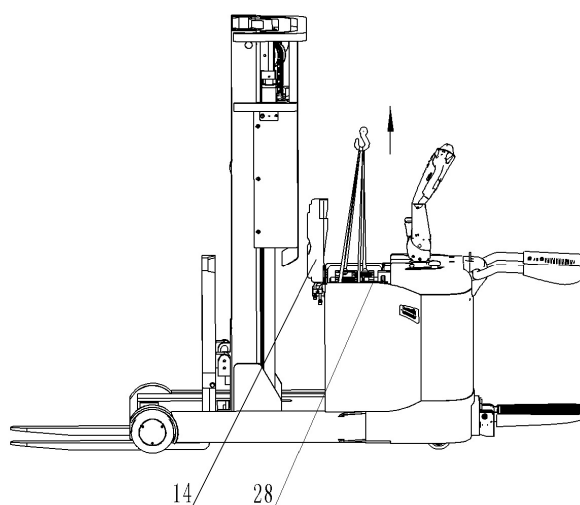

Рис. 12: Замена АКБ
Припарковать штабелер в безопасной зоне, выключить при помощи замкового выключателя (8), затем нажать аварийную кнопку (6). Выдвинуть мачту вперед, как показано на Рис. 12, открыть крышку отсека АКБ, отсоединить клеммы, аккуратно вытащить аккумулятор при помощи крана. Если вы не выдвинули мачту вперед для того, чтобы открыть крышку отсека АКБ, ослабьте 2 винта и снимите крышку, затем вытащите АКБ при помощи крана. Операция по установке аккумулятора происходит в обратном порядке. Первыми подсоединить положительные клеммы. В противном случае оборудование может быть повреждено.